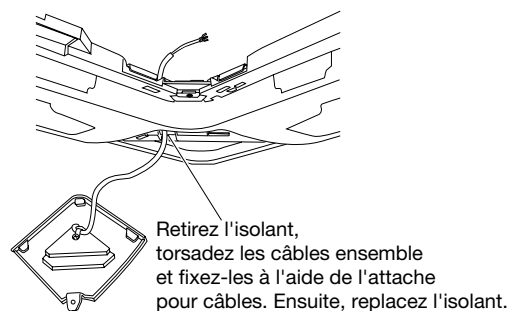

Fig. 3-3
4. L'orifice carré destiné aux câbles du panneau est isolé avec de la mousse\* Enlevez-la puis faites passer les câbles de l'unité du récepteur infrarouge sans fil à travers la grille. Torsadez les fils entre eux et maintenez-les à l'aide d'une attache pour câble, puis fixez-les avec la vis et remplacez l'isolant, comme initialement. (Fig. 3-3)
5. Lorsque vous avez terminé le câblage comme décrit à la section "Câblage du récepteur" à la page suivante, torsadez les fils entre eux et maintenez-les à l'aide d'une attache pour câble, en laissant une longueur de câble suffisante pour pouvoir retirer le couvercle de coin. (Fig. 3-3)